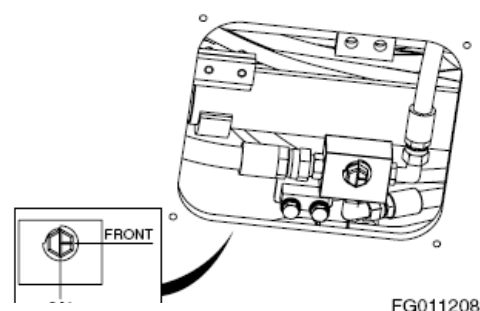

Figura 87
1. Antes de activar la herramienta actuadora, compruebe la posición de la válvula (Figura 87).